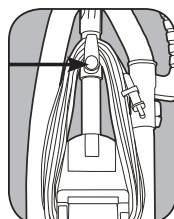

Fig. 2
3. Gire el gancho superior del cable a la posición vertical y enrolle el cable de alimentación alrededor de los ganchos del cable cuando guarde la aspiradora (Fig. 2).
1. El gancho superior del cable cuenta con liberación rápida. Para liberar el cable, gire el gancho hacia abajo (Fig. 2).